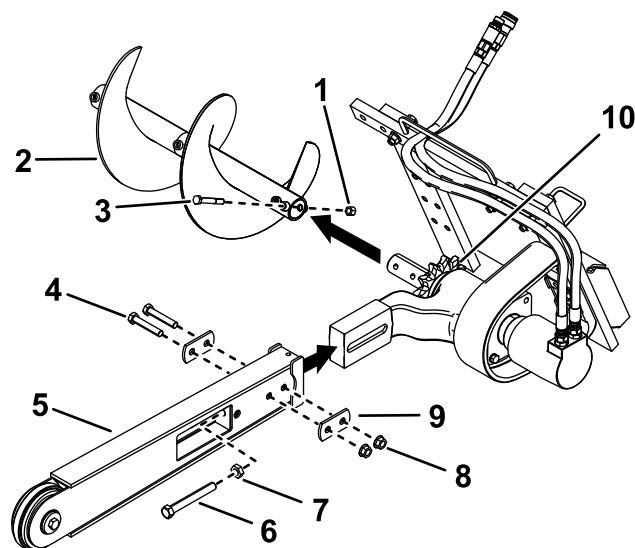

Figura 4
3. Retire el perno y la tuerca que sujetan el sinfín y retire el sinfín (Figura 4).
1. Perno – 1/2" x 3" (2)
2. Tuerca – 1/2" (2)
4. Retire los 2 pernos (5/8" x 3 1/2"), las 2 tuercas (5/8") y las 2 arandelas dobles de los laterales de la espada (Figura 4).
5. Afloje el perno de ajuste y la contratuerca (Figura 4).